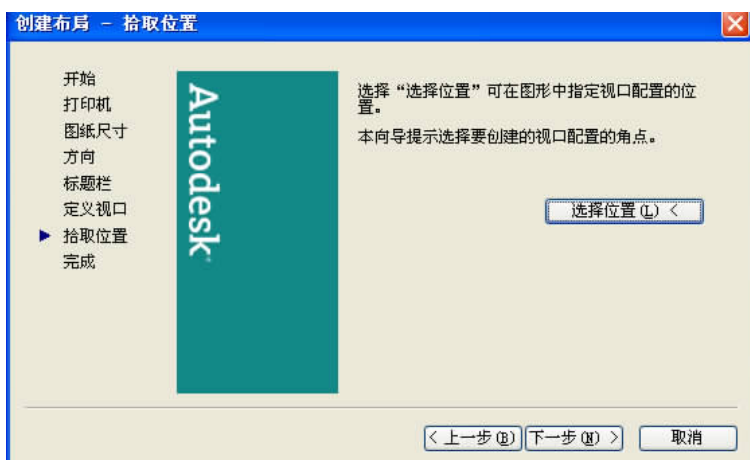

图 13.16 “拾取位置”窗口
(7) 选择好需要的视图后,单击 **下一步(N) >** 按钮,进入“拾取位置”窗口,如图 13.16 所示。单击 **选择位置(L) <** 按钮,拾取位置窗口暂时消失,AutoCAD 命令行提示选择两个角点,以确定视图在图纸中的位置。